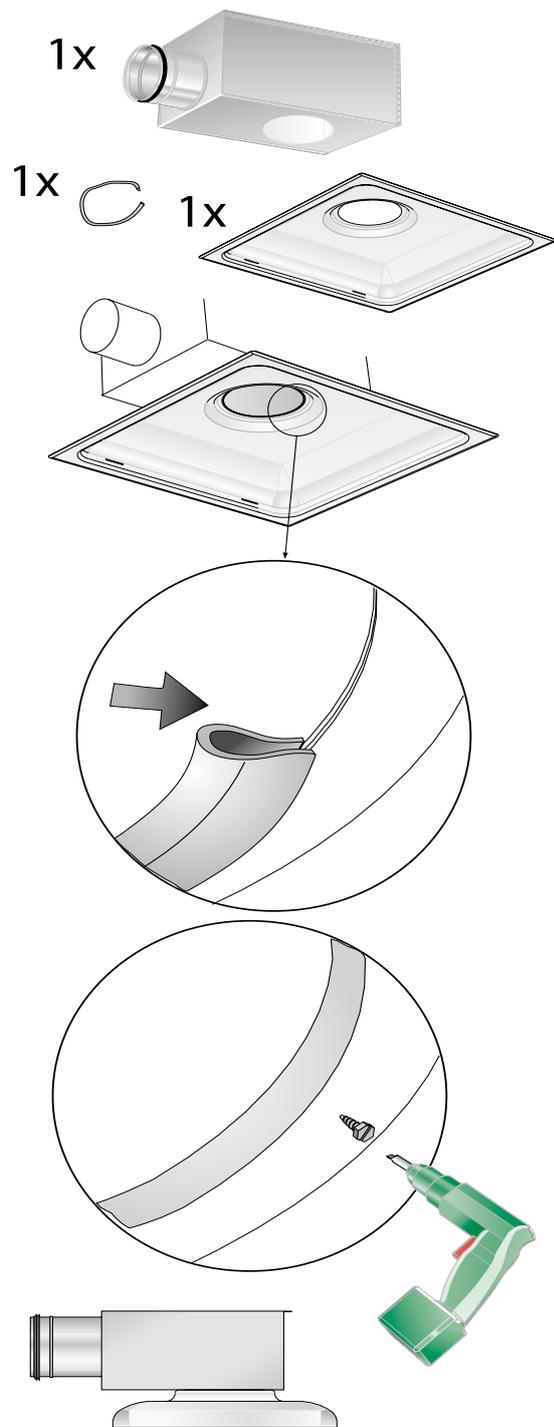

Abb. 4. Montage von Luftauslass und Anschlusskasten mit geringer Bauhöhe.
- Luftauslässe und Anschlusskästen ALS mit niedriger Bauhöhe werden mit dem mitgelieferten Dichtungsprofil gegeneinander zentriert. Der Luftauslass wird in der richtigen Position mit Schrauben oder Blindnieten an der Unterseite des Anschlusskastens fixiert, siehe Abb. 4.